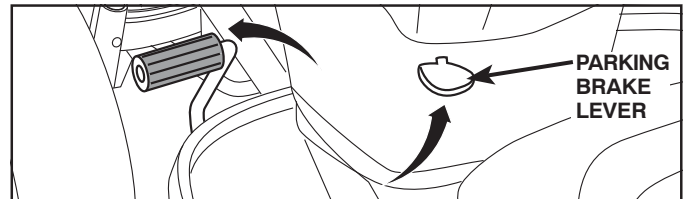

Fig. 3
(See Figs. 3 - 15)
1. SET PARKING BRAKE LEVER AND LOWER ATTACHMENT LIFT LEVER (See Fig. 3 & 4)